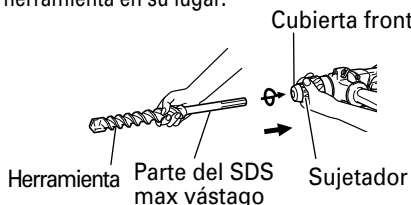

Fig. 2
- (1) Limpiar y engrasar la espiga con la grasa o aceite.
- (2) Para fijar la herramienta (espiga SDS max), insértela en el orificio hasta que entre en contacto con el extremo interior del mismo, como se muestra en la Fig. 2.